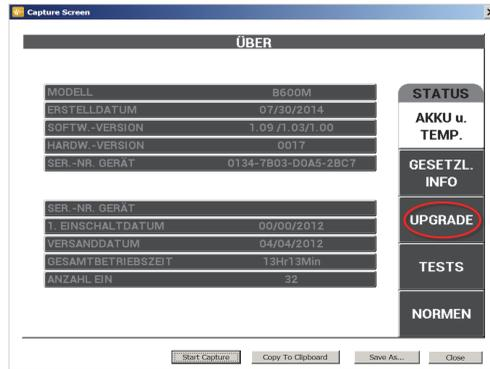

Abbildung 7-4 Menü UPGRADE
3. Drücken Sie auf die Funktionstaste C, um das Menü **UPGRADE** auszuwählen (siehe Abbildung 7-4 auf Seite 192).